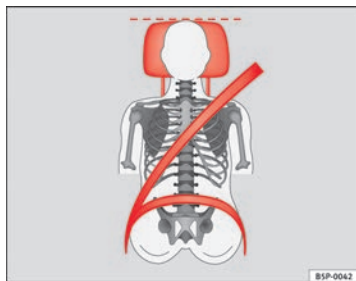
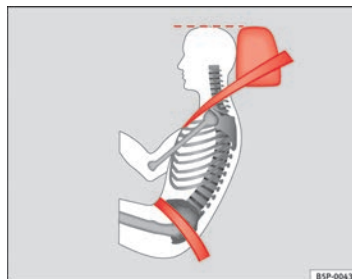

Abb. 91 Von vorne betrachtet: richtig eingestellte Kopfstütze und korrekter Gurtbandverlauf
Abb. 92 Von der Seite betrachtet: richtig eingestellte Kopfstütze und korrekter Gurtbandverlauf
- Stellen Sie die Kopfstützen so ein, dass sich die Oberkante der Kopfstütze möglichst auf einer Linie mit dem oberen Teil Ihres Kopfes bzw. mindestens auf Augenhöhe befindet ⇒ Abb. 91 und ⇒ Abb. 92.